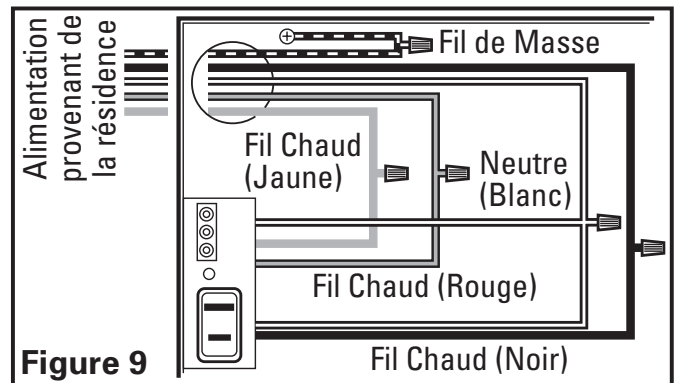

Figure 9
2. De là où vous avez accès à l'intérieur de la boîte de jonction du ventilateur, connecter le fil blanc provenant de la résidence aux deux fils blanc du ventilateur. Connecter le fil vivant (noir) de l'interrupteur mural au fil noir du ventilateur. Connecter le second fil vivant (rouge) de l'interrupteur mural au fil rouge du ventilateur (celui-ci est pour le contrôle principal). Connecter le troisième fil vivant (jaune) de l'interrupteur mural au fil jaune du ventilateur (celui-ci est pour le contrôle de lumière). Connecter le fil de mise à la terre provenant de la résidence au fil vert du ventilateur (**Figure 9**). Utiliser des méthodes approuvées pour toutes les connexions.